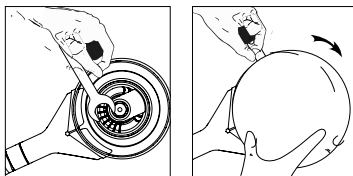

Figura 5
2. Para remover o prato, insira a chave plana entre o prato e a campânula. Segure no parafuso com a chave plana e desaparafuse o prato. *ver figura 5*